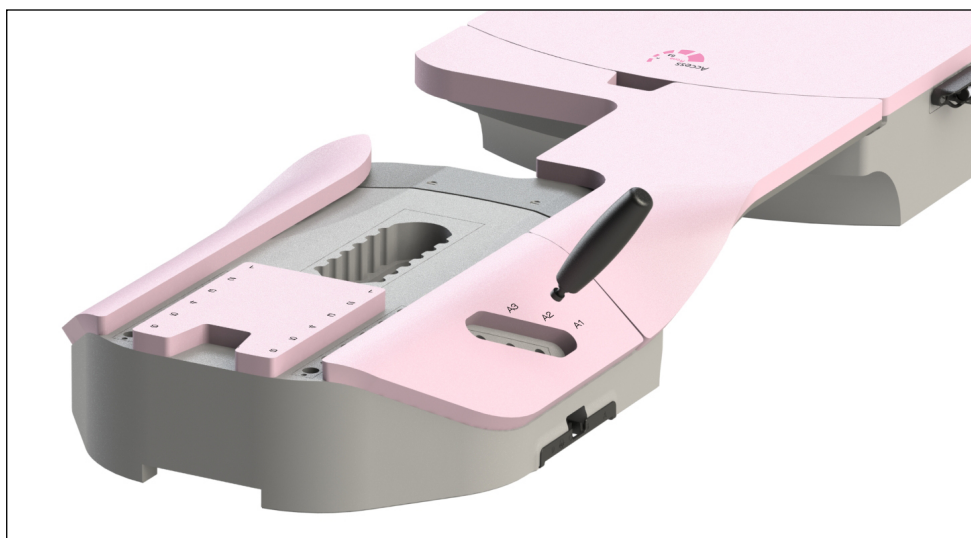

Figure 17
1. Insérer la poignée dans le trou adéquat à l'extrémité supérieure de l'insert. (Figure 17)
2. Faire tourner la poignée dans un sens ou dans l'autre jusqu'à ce qu'elle soit fermement fixée dans le trou. (Figure 17)